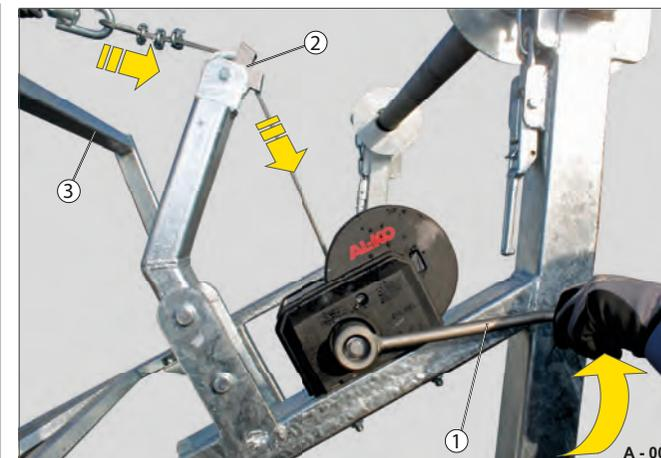

Fig. 24 Montée du cadre de freinage
► Tournez la manivelle (Fig. 24 /1) dans le sens inverse des aiguilles d'une montre.
Le câble en acier est guidé sur les galets de renvoi (Fig. 24 /2) et s'enroule.
Le cadre de freinage (Fig. 24 /3) monte et appuie sur le touret.